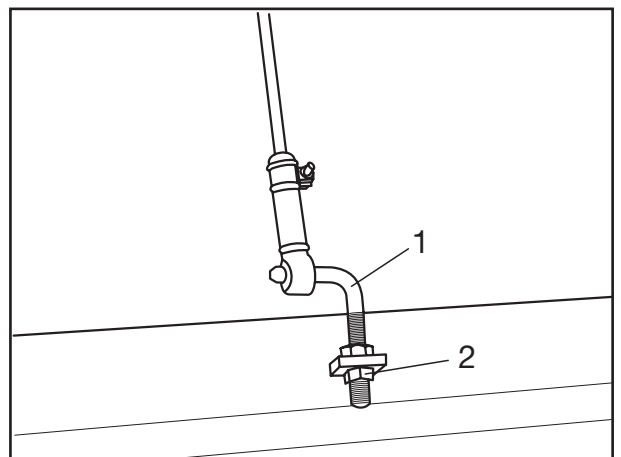

Fig. 26
[39] Anlenkung (Fig. 26/1) des Luftfederventils in die Lasche einsetzen und mit Mutter (Fig. 26/2) befestigen.
- [39] Insert pivot link (Fig. 26/1) of air levelling valve into the shackle and secure with nut (Fig. 26/2).
- [39] Faire entrer l'articulation (fig. 20/1) de la valve de nivellement dans l'éclisse et fixer avec l'écrou (fig. 26/2).